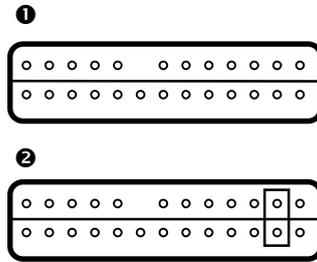

Figure 3-4 Positions de Cavalier TRM PWR
2. Placer la cavalier dans les positions indiquées en Figure 3-4, numéro ❷